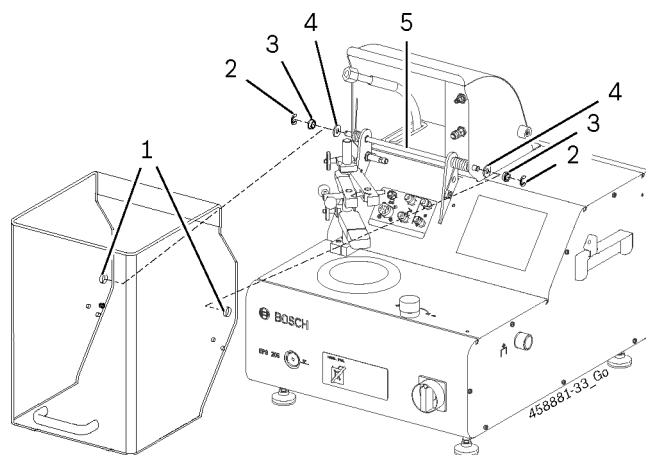

Рис. 34. Установка защитного кожуха на ось
1. Установите черные пластиковые шайбы 25 x 10 x 1,5 мм (рис. 34, поз. 4) на оба конца вала (рис. 34, поз. 5).
3. Обеими руками аккуратно растяните защитный кожух на уровне двух монтажных отверстий и введите концы вала в эти монтажные отверстия (рис. 34, поз. 1).